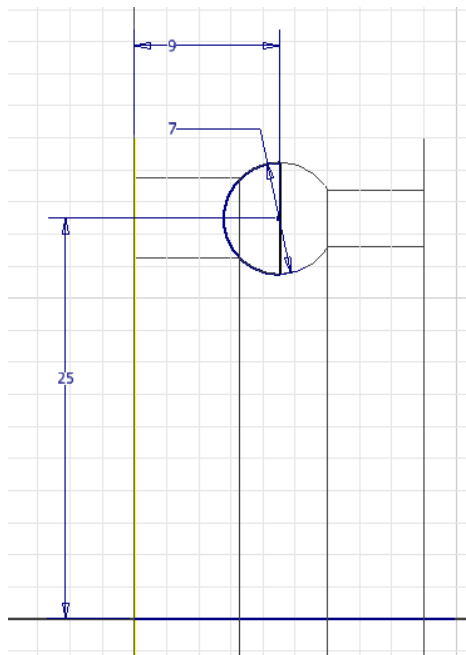

图 7-19 绘制旋转生成滚珠的草图图形
① 建立草图并绘制旋转的截面。由于原始坐标系的 XY 平面过轴承的中心，故可以在 XY 平面上新建草图。在浏览器中打开【原点】文件夹，选择其中的【XY 平面】，单击右键，在打开菜单中选择【新建草图】选项，则草图被创建。为了便于观察和绘制草图几何图元，在工具栏中将模型的显示方式设置为【线框显示】。
② 在新建的草图上，利用【圆】工具绘制一个圆形，其位置如图 7-19 所示。然后选择【直线】工具绘制一条竖直且过圆心的直线，利用【修剪】工具去除多余的线条，直剩下半圆形和
过圆心的直线。选择【尺寸】工具标注圆的半径，并将半径设置为 3.5，如图 7-19 所示。